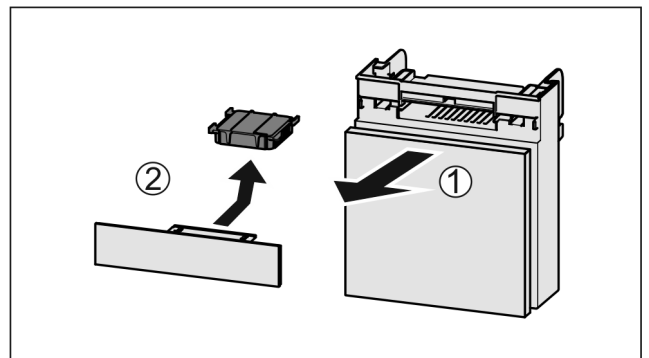

Fig. 175
- Vedä lokero etukautta pois Fig. 175 (1).
- Poista aktiivihilisuodatin Fig. 175 (2).